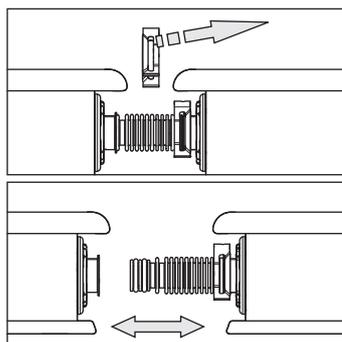
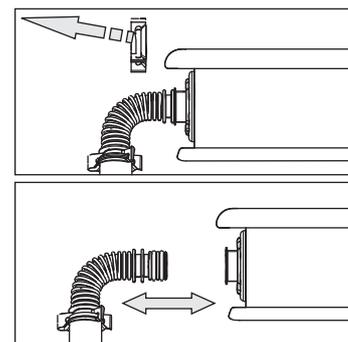

Fig. 3-43 Paso de trabajo 1
Fig. 3-44 Paso de trabajo 2
1. Presionar y retirar las garras de retención de la posición de encaje (fig. 3-43 y fig. 3-44).
2. Retirar los arcos de conexión (fig. 3-44).